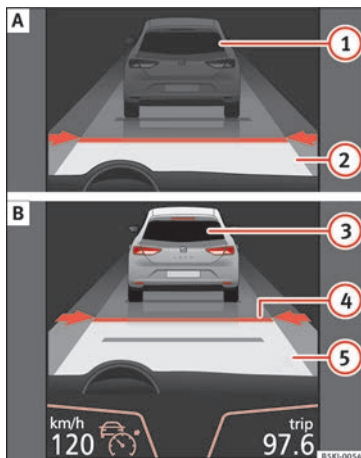

Abb. 194 Im Display des Kombiinstrumentes: (A) ACC inaktiv (Standby). (B) ACC aktiv.
Displayanzeigen » **Abb. 194:**
der Schalttafel die grüne Kontrollleuchte ein (☺) und auf dem Bildschirm werden die programmierte Geschwindigkeit und der Zustand der ACC angezeigt » **Abb. 194.**
Die programmierte Geschwindigkeit kann je nach Wunsch während der Fahrt oder bei Fahrzeugstillstand geändert werden. Jegliche Änderungen der programmierten Geschwindigkeit werden unten links im Display des Kombiinstruments angezeigt » **Abb. 194**.
- Um die ACC zu aktivieren, müssen Sie die Taste **SET** drücken oder den dritten Hebel für die Betätigung der ACC in die Position ② » **Abb. 196** bringen. In diesem Moment wechselt die ACC-Anzeige im Display des Kombiinstruments vom Modus *Inaktiv* (Standby) in den Modus *Aktiv* » **Abb. 194**.